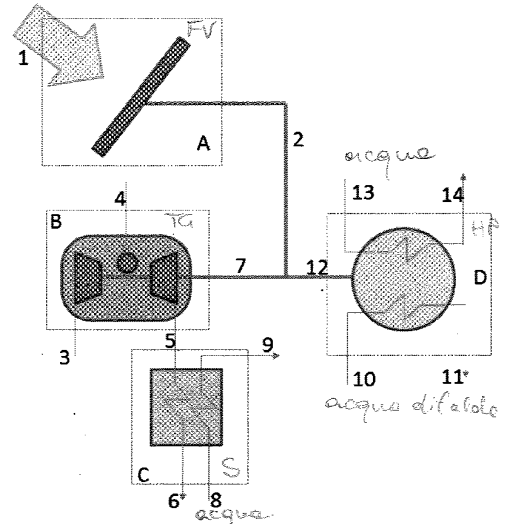

Figura 5.1: Sistema di produzione di acqua calda.
In figura 5.1 è riportato lo schema di un sistema complesso che produce acqua alla temperatura di 95 °C e pressione atmosferica (punti 9 e 14). Il sistema è costituito da 4 componenti: un campo di pannelli fotovoltaici (A) in grado di produrre, nello scenario analizzato, 12 kW elettrici (2) con efficienza complessiva 0.15; un turbogas (B) con potenza elettrica netta di 35 kW (7) e rendimento elettrico complessivo di 0.3; uno scambiatore di calore (C) alimentato con i gas di scarico della turbina (5); una pompa di calore ad acqua di falda (D).